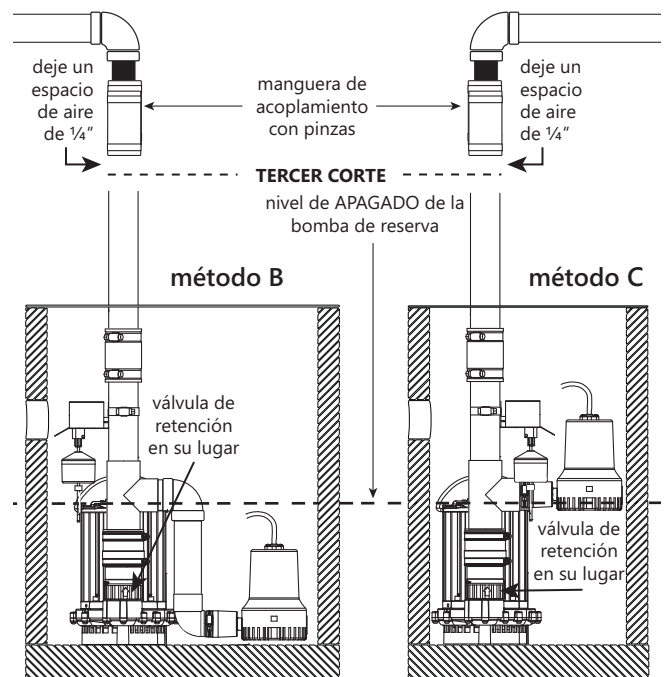

Figura 7. Eliminar el tubo de descarga excedente
3. Haga el tercer corte como se muestra en la Figura 7.